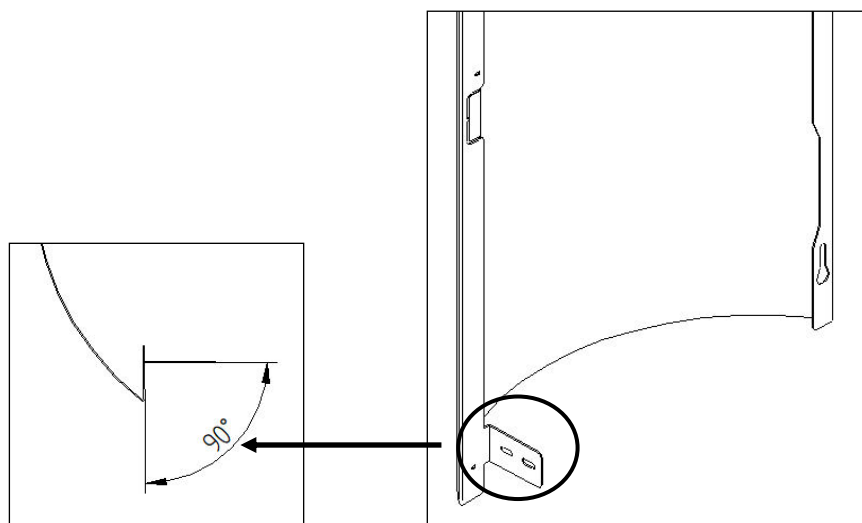

Figure 76 - Angle de la languette inférieure
d) Ensuite, pour monter les capots latéraux, vous devez d'abord plier la languette comme indiqué sur la Figure 76 pour vous assurer qu'elle est à un angle inférieur à 90° .